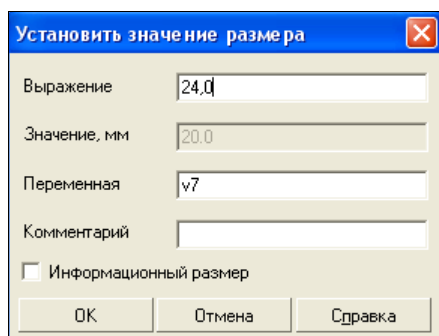

Рис. 17.36. Диалоговое окно Установить значение размера
- ♦ щелкните дважды ЛК по линейному размеру 24 с левой стороны. Появится диалоговое окно **Установить значение размера** (рис. 17.36);